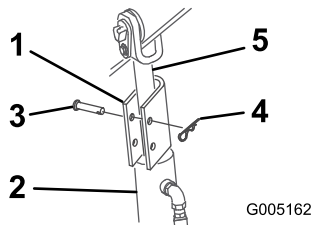

Figure 17
4. Posez un dispositif de blocage sur la tige de chaque vérin de levage (Figure 17).